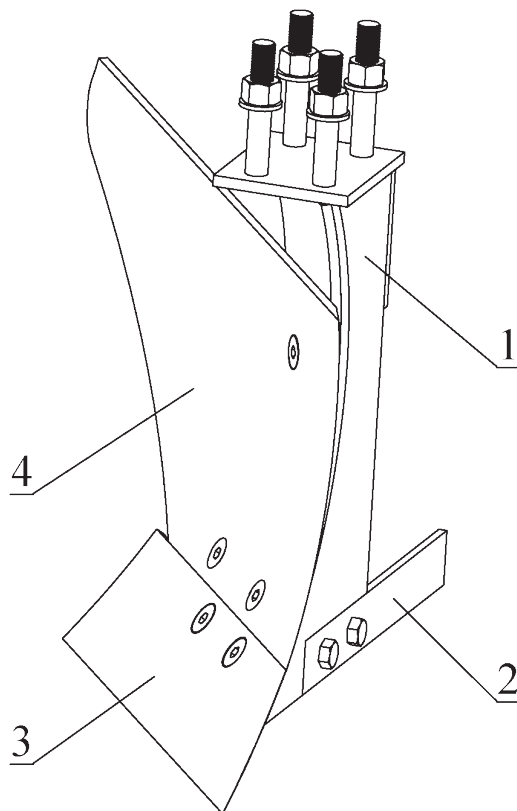

Рис. 2. Элементы корпуса плуга (на примере плуга PL-130 hyd)
Корпус — это основной рабочий орган плуга. В его состав (рис. 2) входят: стойка (1), на которой закреплены лемех (3), отвал (4) и полевая доска (2). Рабочими частями корпуса плуга являются лемех и отвал, а служебными — полевая доска и стойка. Лемех, подрезая пласт, изменяет форму и затупляется, что может привести к нарушению технологического процесса вспашки. Кроме того, по мере затупления лемеха, возрастает тяговое сопротивление плуга и увеличивается расход топлива.